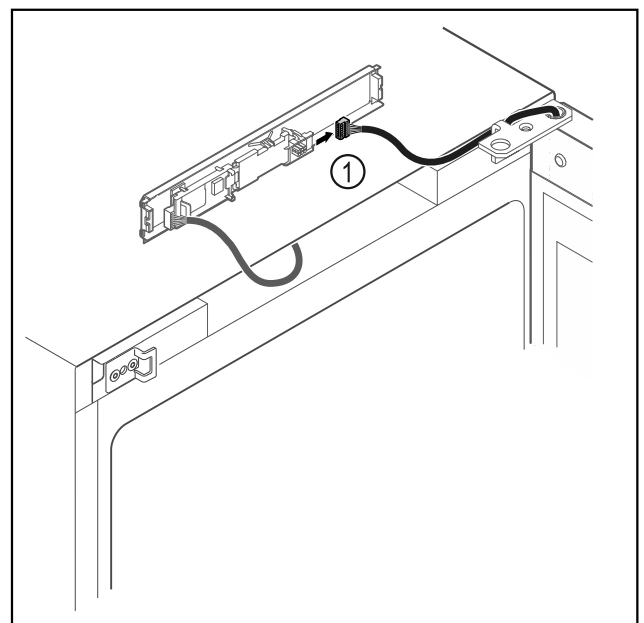

Fig. 14
- ▶ Stekker Fig. 14 (1) van printplaat loskoppelen.